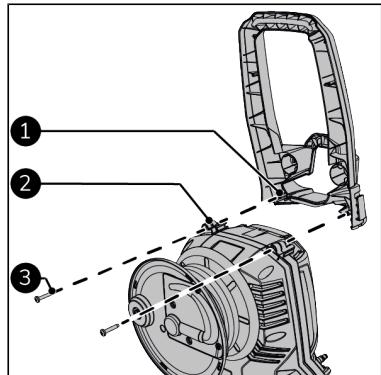

Abbildung 48.
1. Befestigen Sie den Griff (Abbildung 48, Pos. 1) am Hauptkörper (Abbildung 48, Pos. 2) mit beiden ST4.8x24 Schrauben (Abbildung 48, Pos. 3).